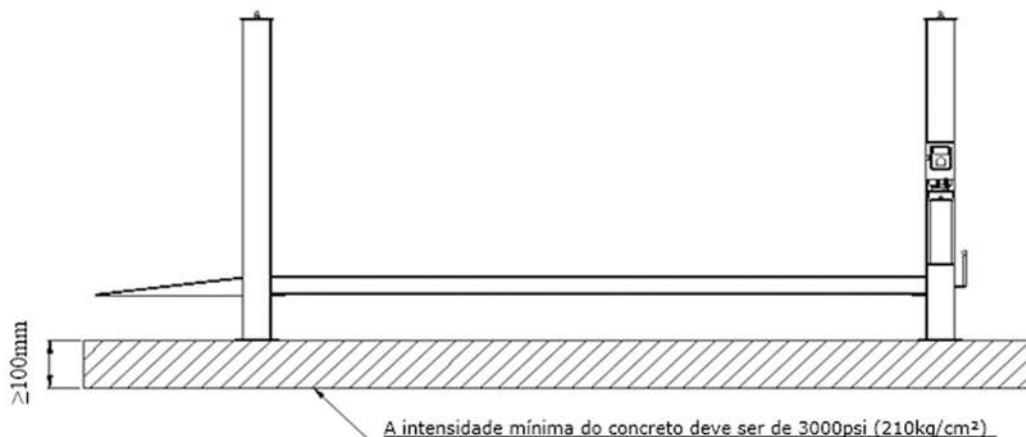

Fig. 4
D. Especificações do Concreto (Ver Fig. 4)